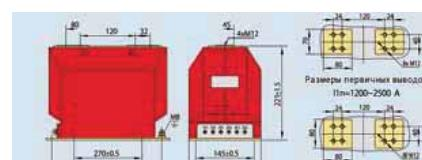

Рис. 6.1 Внешний вид и размеры трансформатора тока LZZBJ9-10A2
6.1 Внешний вид и размеры трансформатора тока LZZBJ9-10A2 (см. рис. 6.1)